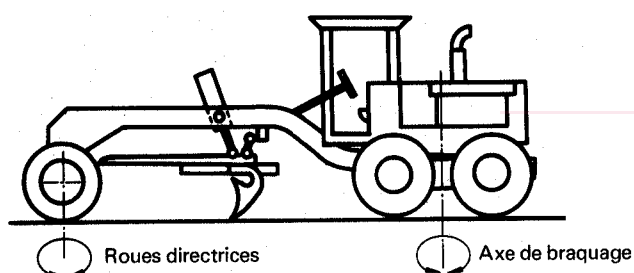

Figure 9 — Niveleuse à direction agissant sur les roues avant et le bogie arrière
5.1.4.3 Direction agissant sur les roues avant et le bogie arrière (voir figure 9)